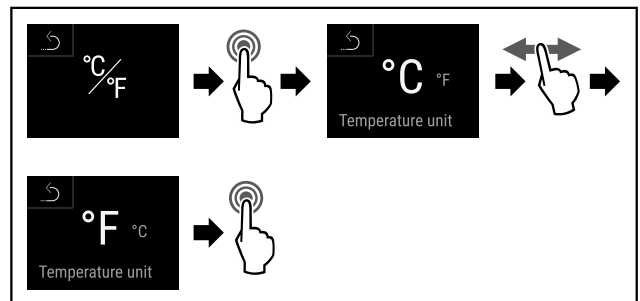

Fig. 108
- ▶ Seguir los pasos de procedimiento (consulte Fig. 108) .